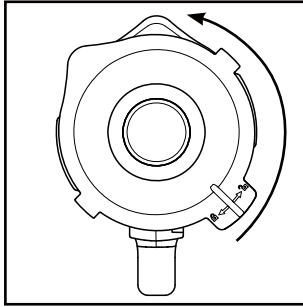

Fig. 1
- 2) Îndepărtați capacul **2** rotindu-l în sens antiorar, în poziția  (a se vedea fig. 1), până când îl puteți ridica.